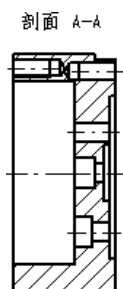
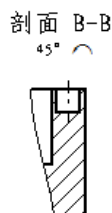

图 10.3.19 标注中心线 2
图 10.3.20 标注中心线 3
- (4) 参考 (2) 的详细操作步骤，标注其余中心线，结果如图 10.3.19 和图 10.3.20 所示。